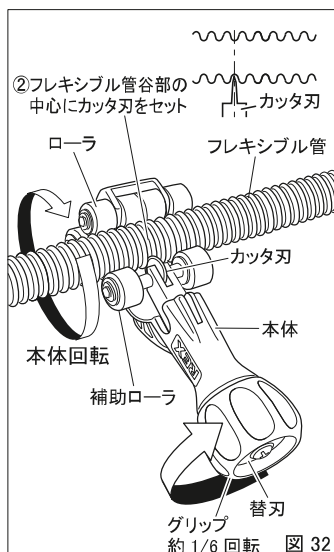
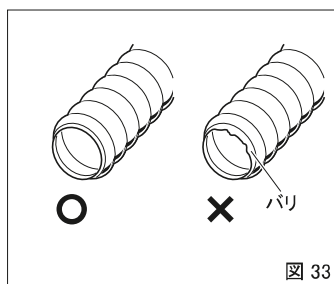

図 32
図 33
### (2) 加工するパイプの切断(図32、33)
- ①グリップを左回転させ、切断するフレキシブル管に合わせてカッタ刃を後退させます。
- ②カッタ刃が、フレキシブル管の谷部(小径部)中央に当たるように、グリップを右回転させ、刃を送り込みます(図32)。
- ③フレキシブル管の谷部に当たったところからグリップを右に約1/6回転させ、刃を送り込み、本体を図に示す方向に2～3回転させます。
- ④以後同様の動作(グリップを右に約1/6回転後、本体を2～3回転)で、パイプを切断します。
- ⑤切断面の变形、バリがないことを確認してください。バリや变形があると正常なツバ出しができず、水漏れの原因となります(図33)。